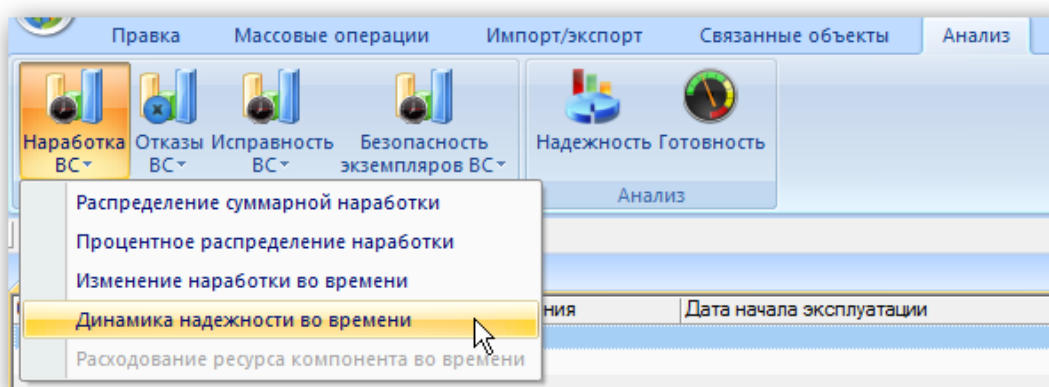

Рис. 13-232 – Выбор диаграммы по наработке
- 3) Нажать кнопку «Наработка ВС» панели «Диаграммы» на вкладке «Анализ» и выбрать пункт «Динамика надежности во времени» (рис. 13-232).